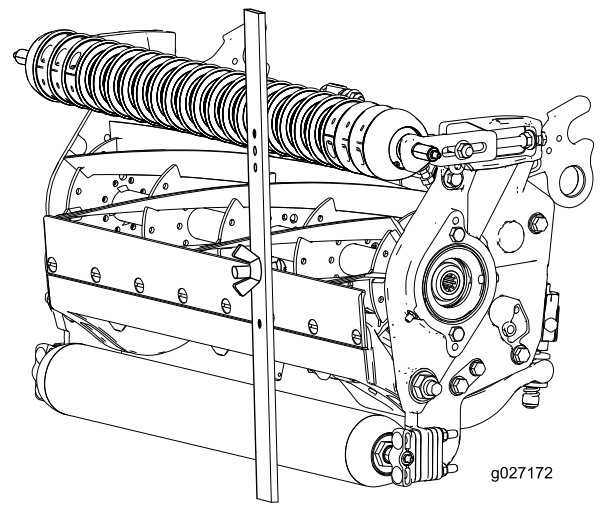

図 17
4. ゲージバーのねじの頭を下刃の先端に引っかけ、バーの後端を後ローラに当てがう **図 17**。
5. バーの前端がローラに当たるように、調整ねじで調整する **図 17**。